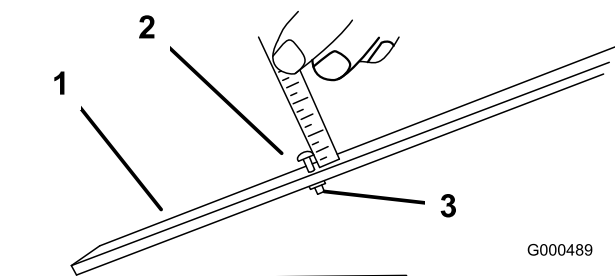

Figura 55
2. Desaperte a porca da barra indicadora (Figura 55) e regule o parafuso de ajuste para a altura de corte desejada. A altura de corte corresponde à distância entre a parte inferior da cabeça do parafuso e a superfície da barra.